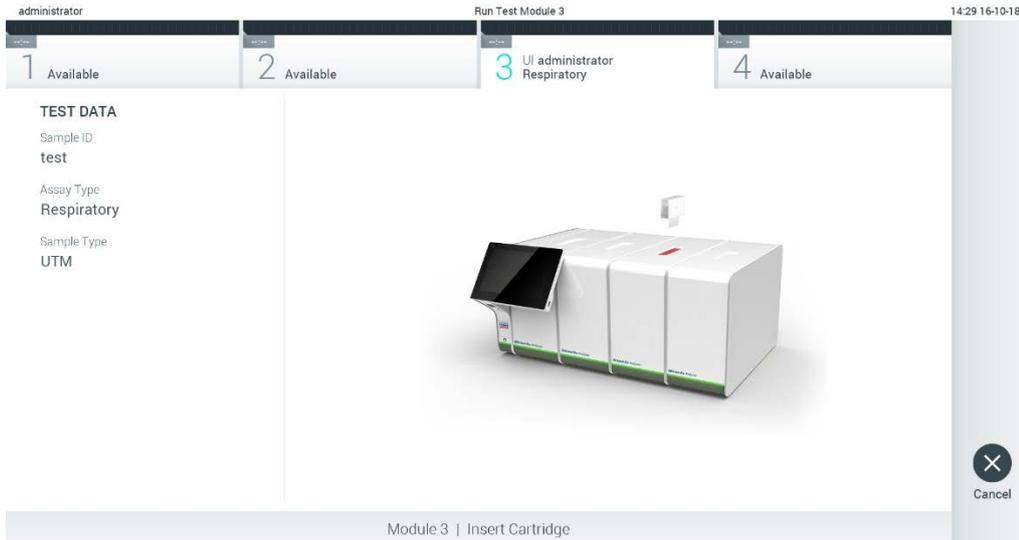

Figure 27. Insertion de la cartouche de dosage QIAstat-Dx dans le QIAstat-Dx Analyzer 1.0.
7. Assurez-vous que les deux couvercles d'échantillons du port d'introduction des écouvillons et du port principal de la cartouche QIAstat-Dx sont solidement fermés. Lorsque le port d'insertion de la cartouche situé sur le dessus du QIAstat-Dx Analyzer 1.0 s'ouvre automatiquement, insérez la cartouche de dosage QIAstat-Dx avec le code-barres orienté vers la gauche et les chambres de réaction orientées vers le bas. (figure 27, en page suivante).